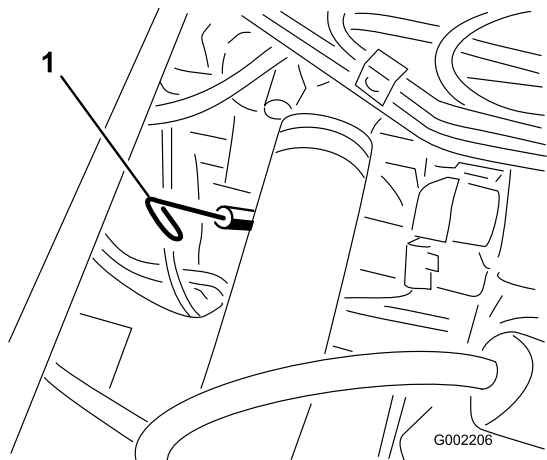

图39
2. 取出乘客座椅下面的量油尺、并用干净抹布擦拭图 39。将量油尺插入量油尺管道中、并确保它完全插入。取出量油尺并检查机油油位。
13. 拆下加油颈盖、慢慢从加油颈向发动机中注入规定油量的大约 80% (图39)。